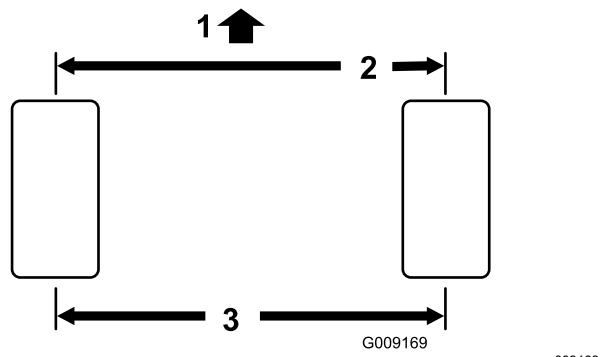

Figura 55
2. Mida la distancia entre centros (a la altura del eje) en la parte delantera y trasera de los neumáticos de dirección (Figura 55).